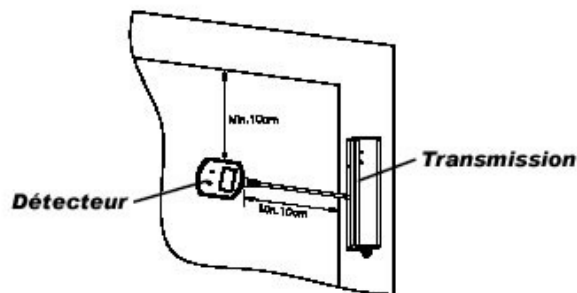

Fig. 3
3. Nettoyez et séchez la vitre à protéger puis enlevez la protection de la bande double faces du détecteur, et collez le détecteur sur la vitre. Respectez une distance d'au moins 10cm entre le capteur et le cadre de la fenêtre afin d'obtenir une meilleure sensibilité (Fig. 3).